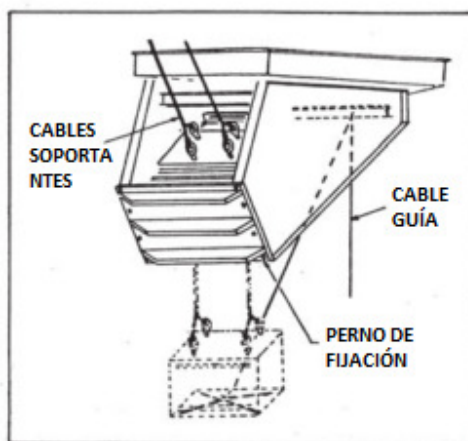

FIGURA 4 - REMOCIÓN DEL CONJUNTO DEL EXCITADOR
1. Remoción de la cubierta de la caja de empalme; marque y desconecte cada conductor. Si el excitador está equipado con un dispositivo de control de velocidad, remueva la cubierta del control de velocidad (X o AA) y desconecte los cables (EE) del conjunto del magneto (CC).
3. Remueva la polea de guarda (E). Remueva los tornillos prisioneros y los espaciadores de la placa de montaje (A), y suelte las tuercas de ajuste para aliviar la tensión de la correa. Remueva la placa de montaje del motor (A) del conjunto del excitador. Los ítems A, B y C se pueden manejar con una sola unidad.
4. Para facilitar la remoción del excitador, adose cable de fuerza suficiente (peso aproximado del excitador 1050 libras) a los pernos de argolla ubicados en las cuatro esquinas. Refiérase a la Figura 4. Sostenga todos los cables en forma segura usando un tecla o equipo similar.
Nota: Para una fácil remoción y reemplazo, es aconsejable insertar cuatro pernos de argolla de $\frac{3}{4}$ " -10 x 1 $\frac{1}{2}$ " en las esquinas del encerramiento (lado inferior). Refiérase a la Figura 4.
Refiérase a la Figura 4. Esto ayudará a mantener el excitador en un ángulo de aproximadamente 30 grados y sostendrá el excitador en su lugar hasta que se retiren todos los pernos.
1. Remueva la tapa de la caja de empalme; marque y desconecte cada conductor. Si excitador está equipado con un dispositivo de control de velocidad, remueva la tapa del control de velocidad (X o AA) y desconecte los cables (EE) del conjunto del magneto (CC).
3. Remueva la polea de guarda (E). Remueva los tornillos prisioneros y espaciadores de la placa de montaje (A), y suelte los tornillos de ajuste para aliviar la tensión de la correa. Remueva la placa de montaje del motor (A) del conjunto del excitador. Los ítems A, B, y C se pueden manejar como una sola unidad.
4. Para facilitar la remoción del excitador, adose cable de fuerza suficiente (el excitador pesa aproximadamente 1050 libras) al excitador en las cuatro esquinas. Refiérase a la Figura 4. Asegure todos los cables de soporte usando un tacle o equipo similar.
Refiérase a la Figura 4. Esto ayudará a mantener el excitador en un ángulo de aproximadamente 30°, y mantendrá sostenido el excitador en su lugar hasta que se remueva los pernos.